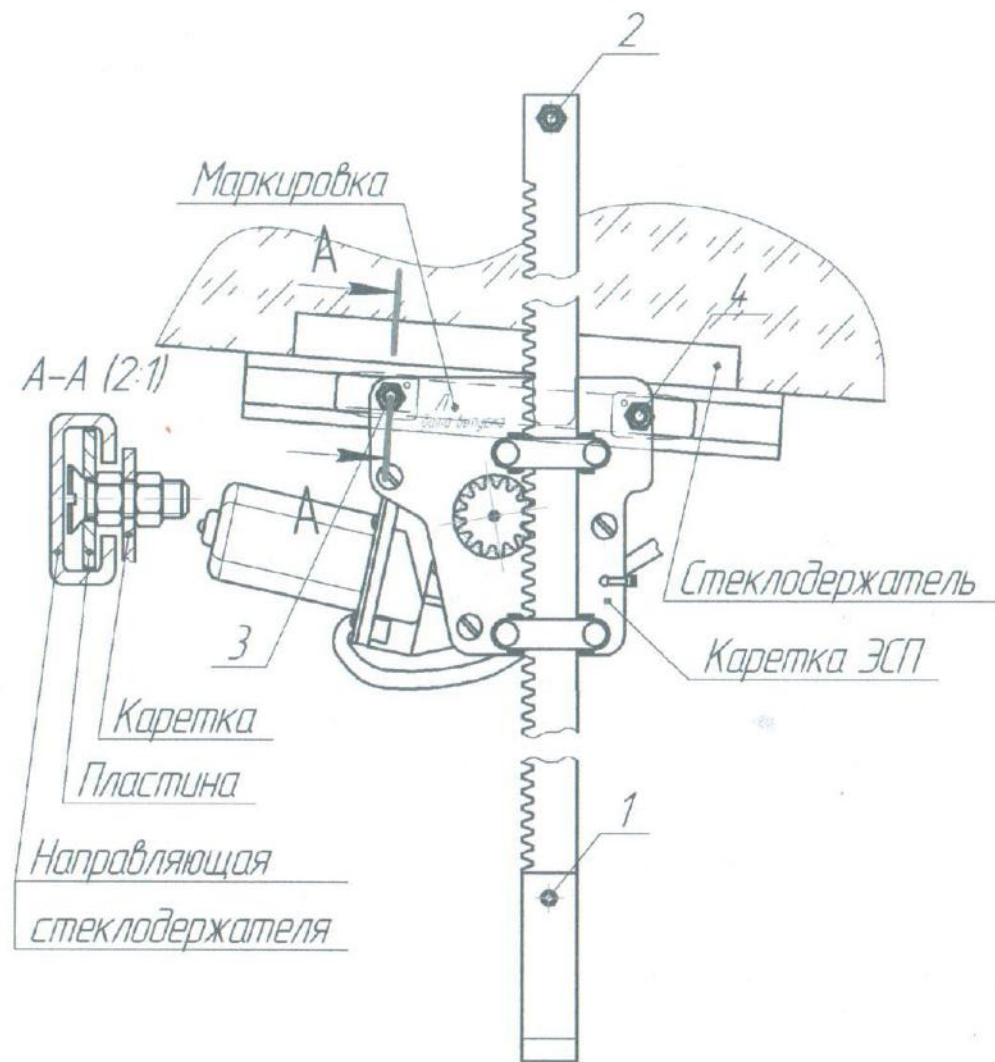

Рис. 2. Крепление каретки к стеклодержателю.
6.5.5. Опуская стекло вниз, завести две пластины на каретке в направляющую стеклодержателя. (см. рис. 2 разрез А-А).